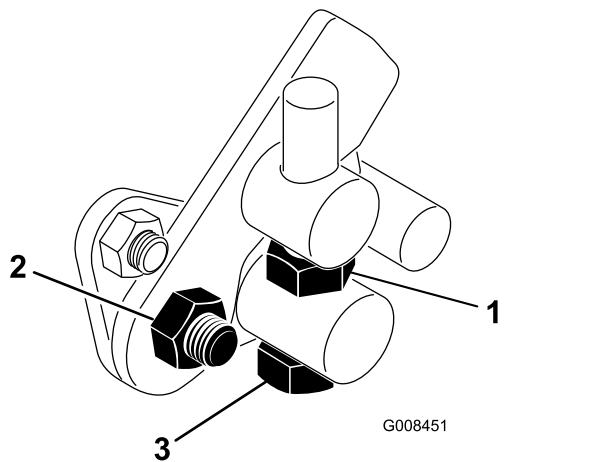

Bild 43
1. Lösen Sie die Klemmmutter an der Drehzapfenkopfschraube (Bild 43).
4. Ziehen Sie die Klemmmutter an der Drehzapfenkopfschraube und die Mutter am Pedalgelenk fest, um die Einstellung zu arretieren (Bild 43). Prüfen Sie die Einstellung